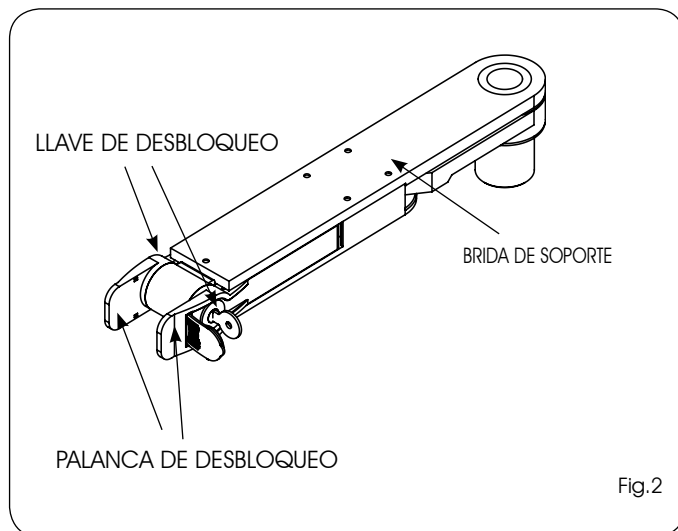

Fig.2
- 1) Coloque la palanca de desbloqueo en posición de reposo (Fig.2)